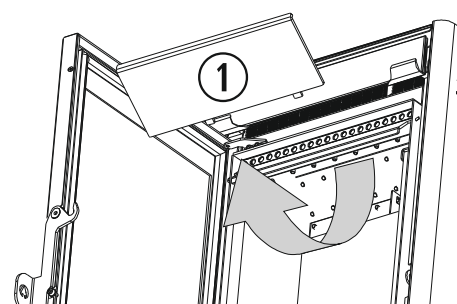

Figura 20
Nos modelos *Creta* (figura 20), e *Moon II*, devemos realizar uma ação de limpeza a maiores sobre o permutador de calor (②), esta ação terá uma frequência semanal. Para ter um melhor acesso ao permutador e poder limpá-lo de forma exaustiva, devemos empurrar para cima a placa superior da grade (①), até desencaixar as patilhas que a fixam à placa central e puxá-la. Ao finalizar, colocamos de novo a placa superior, assegurando-nos de que as patilhas ficam corretamente encaixadas.
①	Placa superior da grade.
②	Permutador de calor.